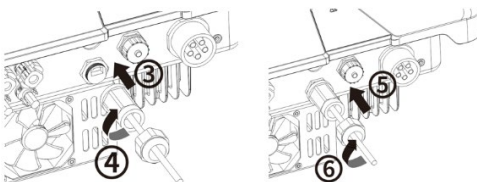

Fig. 20 (stânga): Racordarea cablului de rețea
- 4 Introduceți cablul de rețea în COM1 sau COM2 (a se vedea fig. 20. respectați succesiunea și sensurile indicate de săgeată)